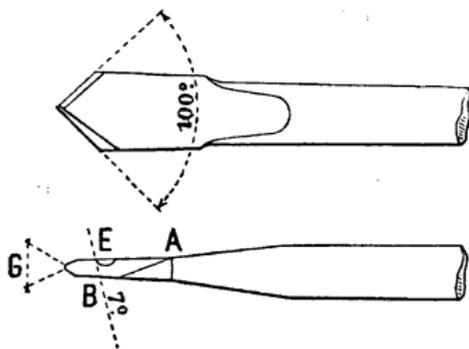

Fig. 251.
**FORET A PERCER A LA MACHINE, AU FUT ET AU CLIQUET.** — Le foret (fig. 251) est très utile, parfois